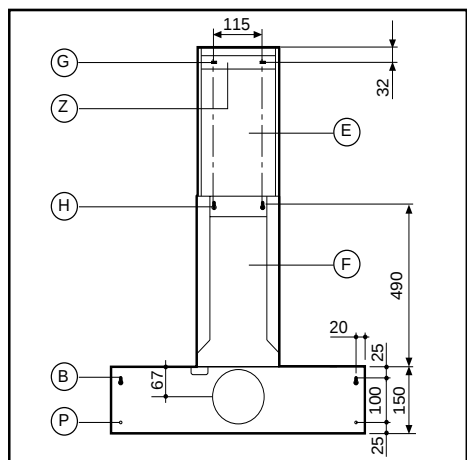

Fig.2
Boor 4 gaten (B-F) overeenkomstig de afstanden die worden aangegeven op fig. 2.
Hang de wasemkap aan de wand en maak daarbij gebruik van de 2 gaten (B) fig. 2.
Boor 4 gaten (G-H) overeenkomstig de afstanden die worden aangegeven op fig. 2.
Zet de beugel (Z) vast aan de muur fig. 2.
Hang het verbindingssstuk (F) op door gebruik te maken van de 2 gaten (H) fig. 2.